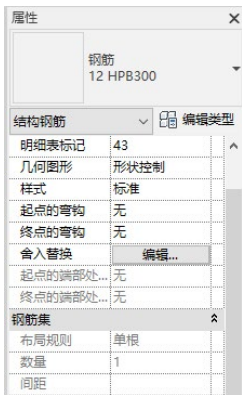

图 13-117 “属性”选项板
(7) 在“属性”选项板中选择“钢筋 12HPB300”类型, 设置“起点的弯钩”“终点的弯钩”为“无”, 其他采用默认设置, 如图 13-117 所示。
(8) 单击“修改| 创建钢筋草图”选项卡“模式”面板中的“完成编辑模式”按钮, 完成钢筋草图的绘制。
(9) 在“属性”选项板中设置“布局规则”为“最大间距”, 输入“间距”为“150.0”, 其他采用默认设置。